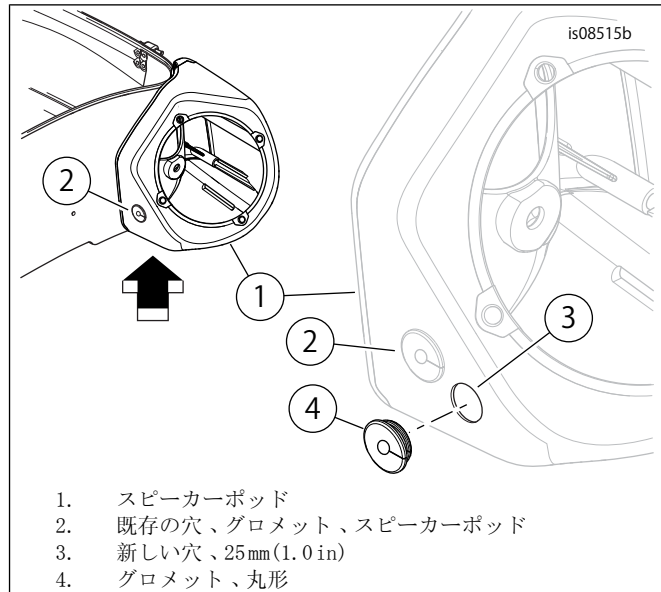

図1。グロメットの取り付け
4. 図1を参照してください。新しい25 mm(1.0 in)穴(3)を各スピーカーポッド(1)に開けます。位置は、既存のグロメット(2)から離れた位置(図に示したおよその位置)とします。